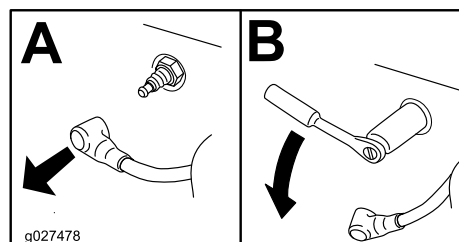

Figura 49
4. Localizai i îndepărtați bujia (bujiiile) după cum se arată în Figura 49.